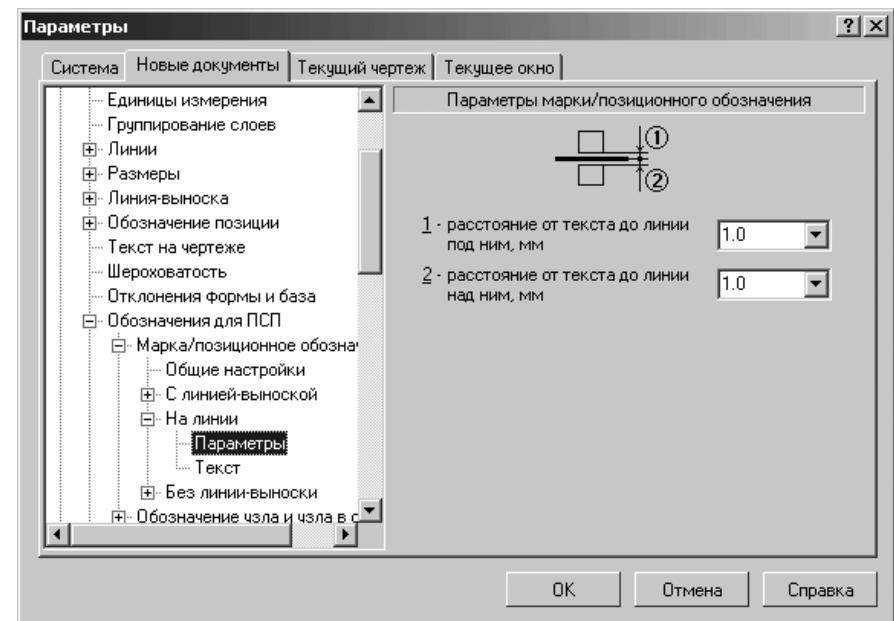

Рис. 10.53. Диалоговое окно **Параметры** с открытой вкладкой **Новые документы** и панелью **Параметры марки/позиционного обозначения**
- щелкните в списке настраиваемых элементов **На линии** по пункту **Параметры**. В правой части появится панель **Параметры марки/позиционного обозначения**, показанная на рис. 10.53.